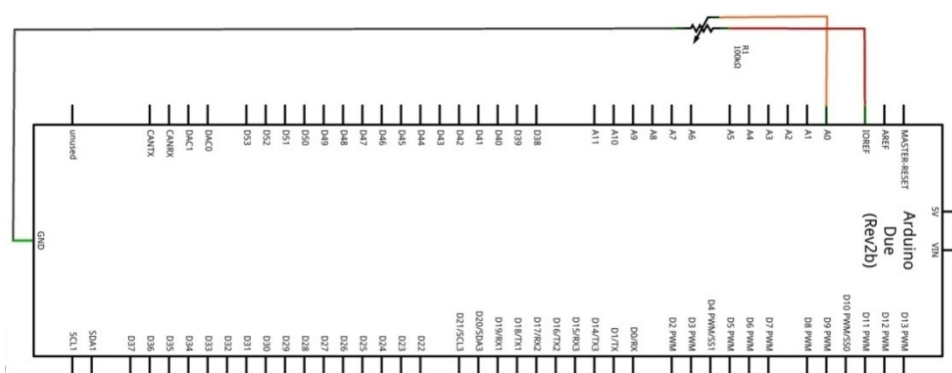

Figura 2.9. Diagrama de conexiones para la práctica 6.
- Implementar el circuito mostrado en la figura 2.9.